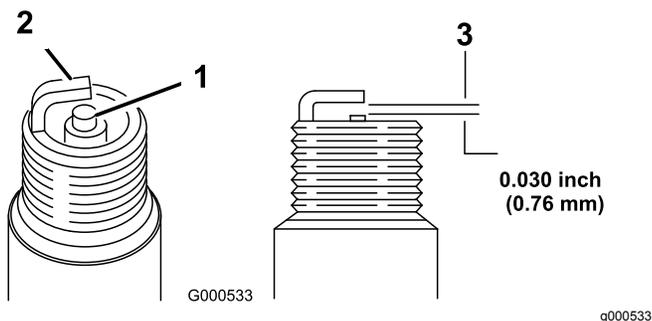

Figure 27
11. Réglez l'écartement des électrodes à 0,76 mm (0,030 po), comme montré à la Figure 27.